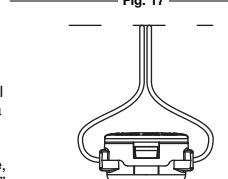

Fig. 18
- Sujete la perilla del cabezal de corte y haga girar el cabezal de corte hacia la derecha para enrollar la línea en la bobina hasta que salga 5 pulgadas (12.7 cm) por cada lado del cabezal de corte (Fig. 18)
- Oprima fuertemente las orejetas que se encuentran a cada lado del cabezal de corte. (Fig. 18)